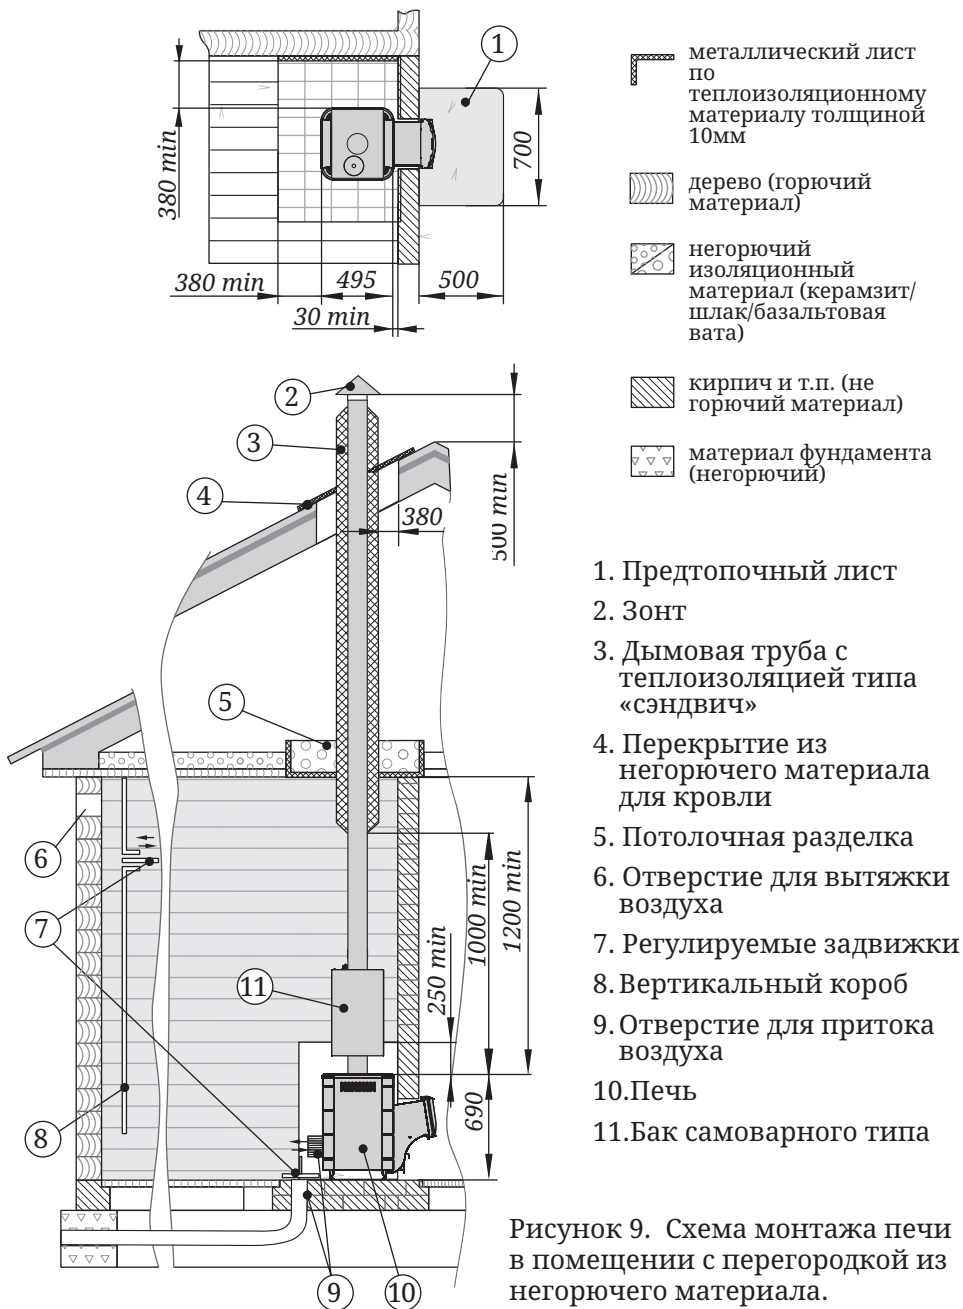

Рисунок 9. Схема монтажа печи в помещении с перегородкой из негорючего материала.
- пол из горючих и трудногорючих материалов перед дверцей топки — металлическим листом размером 700×500 мм (рисунок 9).
Для обеспечения надежного воздухообмена в парилке рекомендуется организовать приточно-вытяжную вентиляцию (см. рисунок 9).